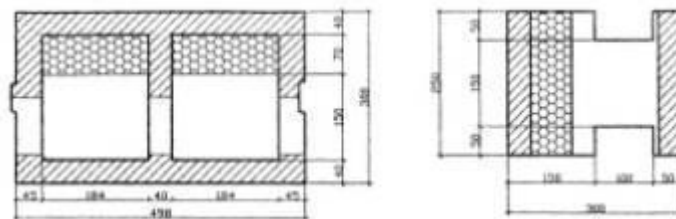

Рис. 1 Стандартный блок для наружных работ (с 70 мм пенополистирольными вкладышами) серии DSs 30/15
Система блоков включает в себя стандартные (рис. 1) рядные блоки (N), универсальные блоки (U), половинчатые блоки (U/2), венцовые (Dr) и дополнительные (доборные) рядные блоки (EA). Универсальный блок (U) при необходимости можно разрезать любой пилой (ручная, электрическая, бензопила) и получить половинчатый блок непосредственно на строительной площадке. Универсальные блоки используются также для изготовления перемычек оконных и дверных проемов. Дополнительные (доборные) рядные блоки (EA) укладываются в углах стен и предназначены для сохранения правил перевязки наружных стен. Блоки для наружных стен изготавливаются с дополнительным внутренним слоем теплоизоляционного материала из пенополистирола или минеральной ваты.